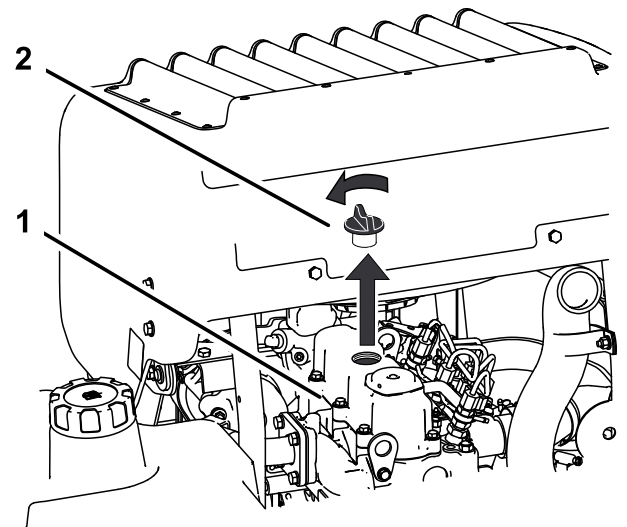

Figura 64
- Retire el tapón de llenado de aceite de la parte superior del motor (Figura 64).
- Retire el tapón de llenado y la varilla (Figura 64).